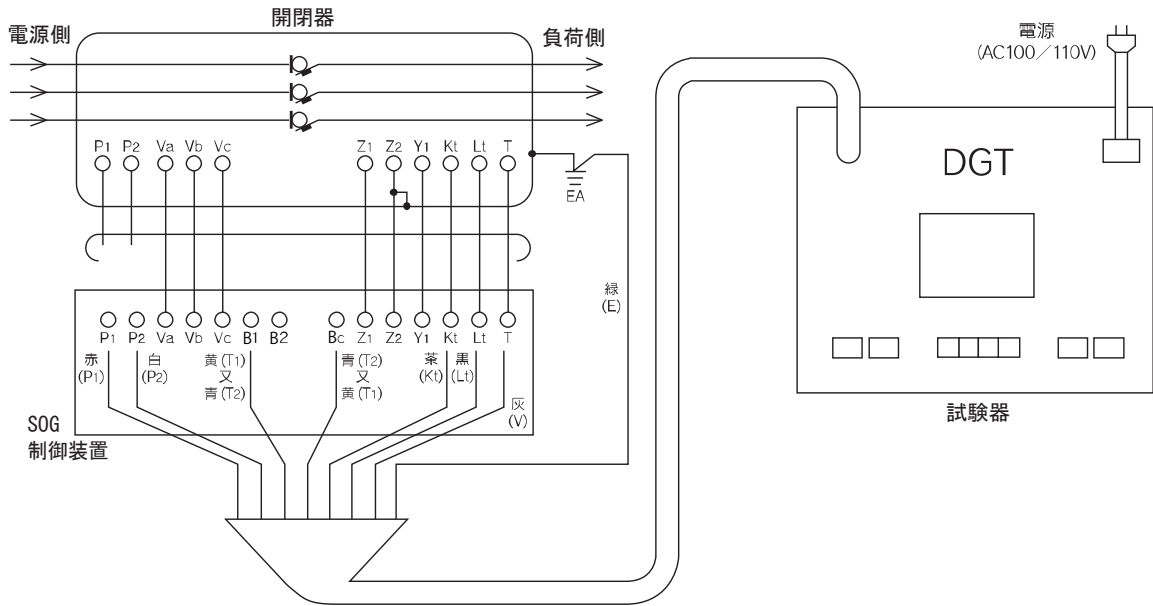

図12 戸上電機製作所製(DGT)によるテスト回路の一例
- ③ 図12～17の試験回路はSOG制御装置だけの地絡動作時間測定となります。
- ④ 動作試験については開閉器が投入された状態でも可能ですが、開閉器をトリップさせない時は制御線Va、Vb、VcをSOG制御装置の端子台から外してください。